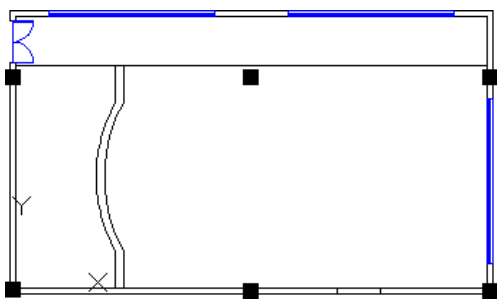

图 17.12.35 复制曲线
Step5. 选择下拉菜单 **修改(M)** → **复制(C)** 命令，选取 Step2~ Step4 中绘制的两条直线与一段圆弧为复制的对象，在绘图区域中选取任意一点作为基点，在系统指定第二个点或 **[阵列(A)]** 的提示下输入 (@300<180) 后按两次 Enter 键，完成后如图 17.12.35 所示。